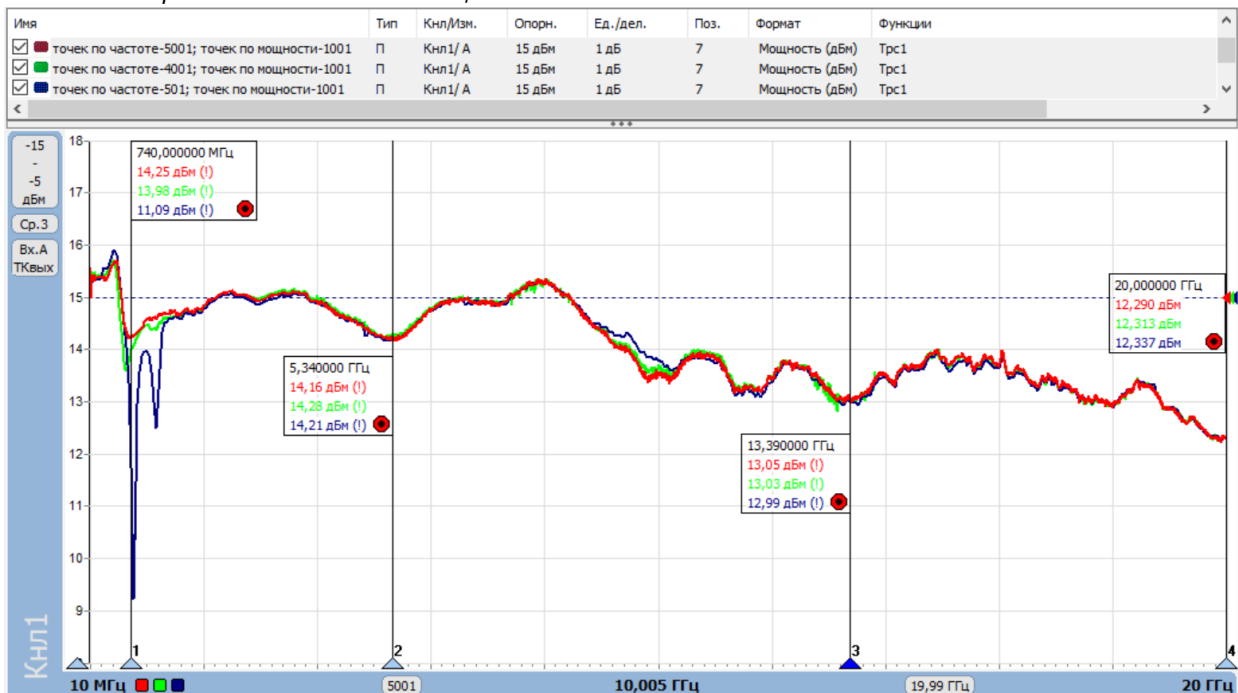

Рисунок 10. Результаты измерений точки компрессии по выходу устройства.
- Результаты измерений точки компрессии по выходу устройства, использованного в качестве примера, приведены на рис. 10.